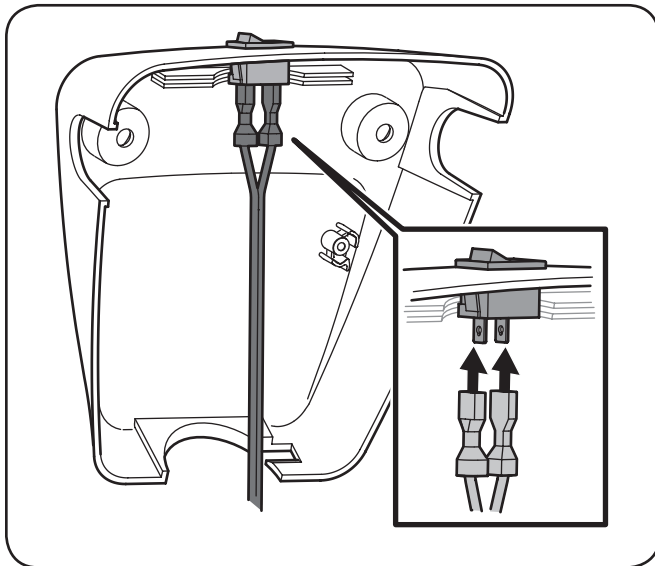

Figure 3-3
3. Branchez le faisceau de fils dans l'interrupteur qui se trouve sur le panneau. Voir Figure 3-3.